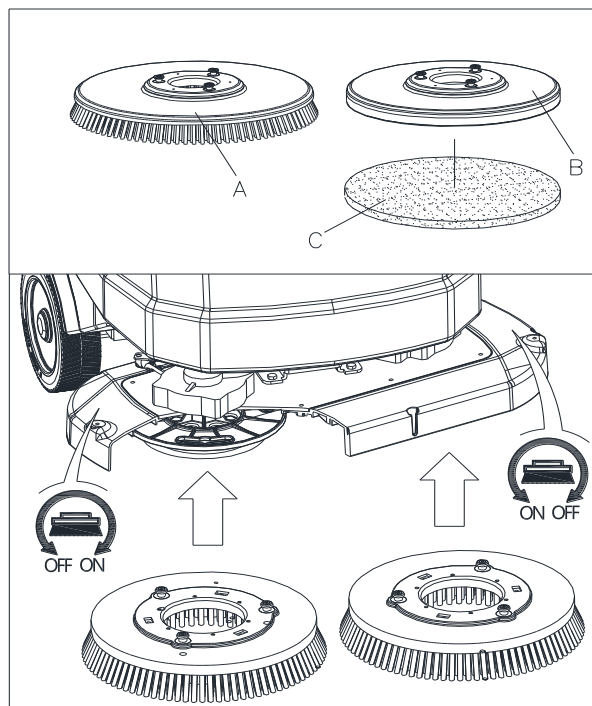

Figura 9
Instale el cepillo (A, Figura 9) o el portafieltro (B y C, Figura 9) según el tipo de suelo a limpiar.
4. Utilice el método manual girando el cepillo/portafieltro en la dirección opuesta a la dirección de giro normal, y puede instalarse. (como se indica en la Figura 9)